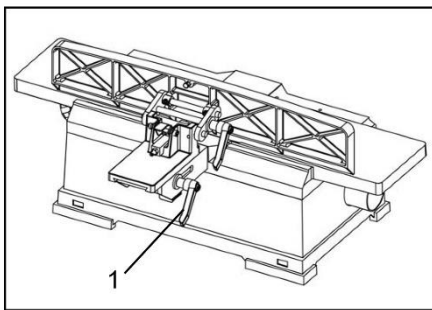

Рис. 21
2. Ослабьте рукоятку перемещения упора (1, Рис. 21).